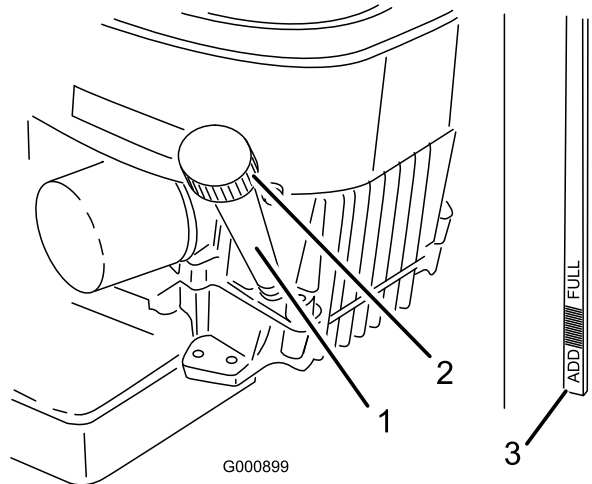

Figure 25
3. Nettoyez la surface autour de la jauge d'huile (Figure 25) pour éviter que des impuretés ne s'introduisent dans le goulot de remplissage, ce qui risquerait d'endommager le moteur.
4. Retirez la jauge d'huile et essuyez soigneusement l'extrémité métallique (Figure 25).